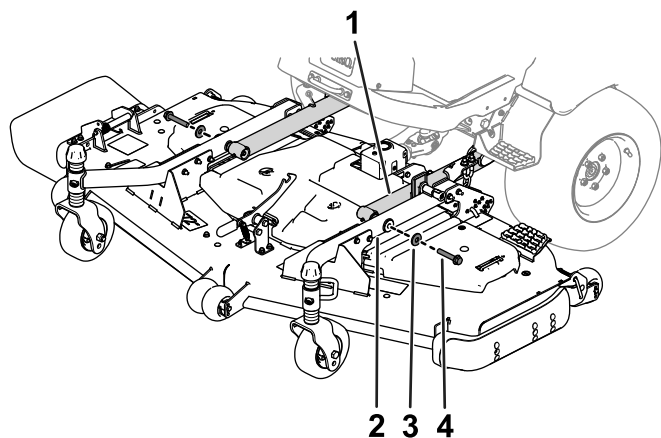

Рисунок 4
7. Используйте два болта с шестигранными головками и две шайбы для крепления рычагов поворотных колес к подъемным рычагам (Рисунок 4).